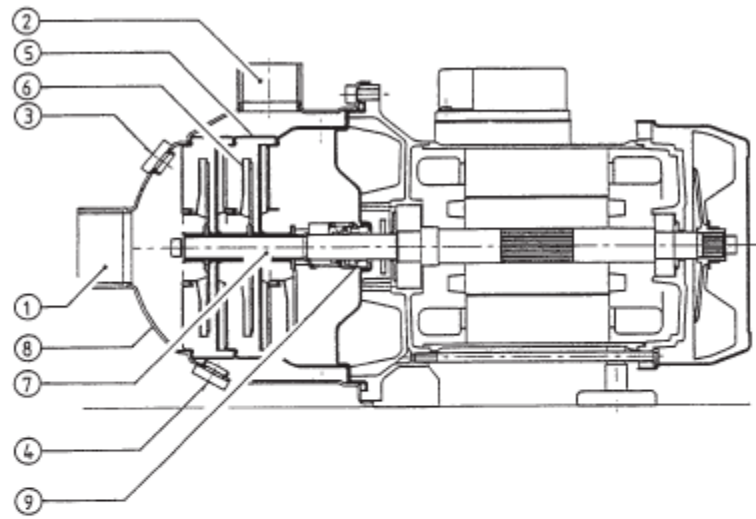

Fig. 1
4.1 Описание насоса (рисунок 1)